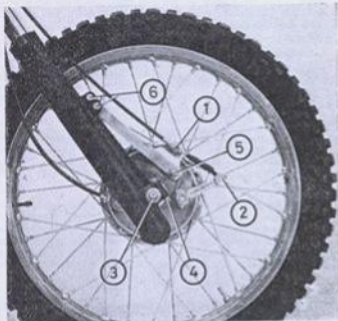

Fig. 20
2. **Desmontaje de la rueda delantera.** Para ello, soporta la motocicleta de modo que la rueda delantera gire libremente. Destensar el freno delantero por el tensor del mando de manillar (fig. 18) y desmontar la palanca 1 (fig. 20). Aflojar el tirante de anclaje con llave de 10 mm por arriba y desenroscar totalmente por abajo con llave de 14 mm liberándola del plato portazapatas. Aflojar los 2 tornillos de cerraje con llave de 10 mm. Desenroscar la tuerca del eje con llave de 22 mm y valiéndose del pasador-varilla introducido en la cabeza del eje, extraerlo por el lado izquierdo. Sacar la rueda y separar el plato portazapatas.